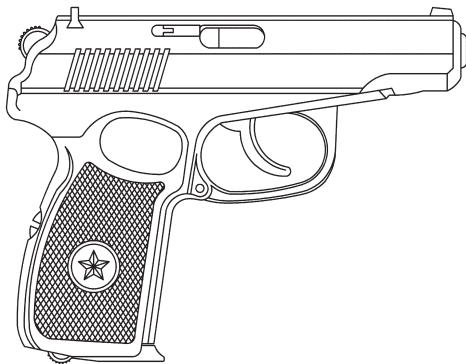

Рисунок 1 – Внешний вид пистолета.
1.1.1 Пистолет 9 мм спортивно-тренировочный "Baikal 442" (рисунок 1) предназначен для спортивно-тренировочных стрельб в тирах и на стрельбищах в условиях всех макроклиматических районов на суше при температуре окружающей среды от 223К (минус 50 °С) до 323К (плюс 50 °С).